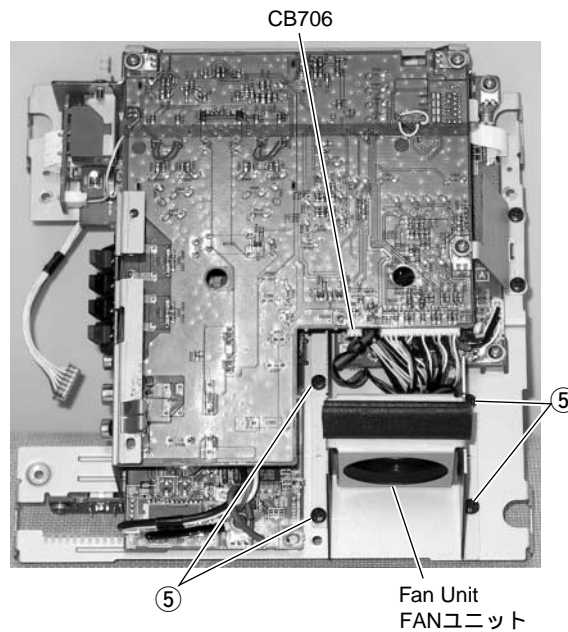

Fig. 4
- a. Remove 4 screws marked [⑤]. (Fig. 4)
- b. Remove CB706 and the FAN unit can be removed. (Fig. 4)
- a) ⑤のネジ4本を外します。(Fig. 4)
- b) CB706を外し、FANユニットを外します。(Fig. 4)